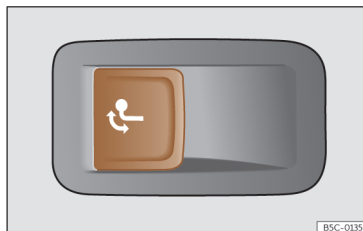

Fig. 195 Sur le côté gauche du coffre à bagages : touche pour déverrouiller le crochet d'attelage.
- Tirez la touche >>> **fig. 195** brièvement. Le crochet d'attelage se déverrouille électriquement et tourne automatiquement vers l'extérieur. Le témoin de la touche clignote.
- Tirez la touche >>> **fig. 195** brièvement. Le crochet d'attelage se déverrouille électriquement.
- N'appuyez jamais sur la touche >>> **fig. 195** lorsqu'une remorque est accrochée ou qu'un porte-bagages ou d'autres accessoires sont montés sur l'attelage.